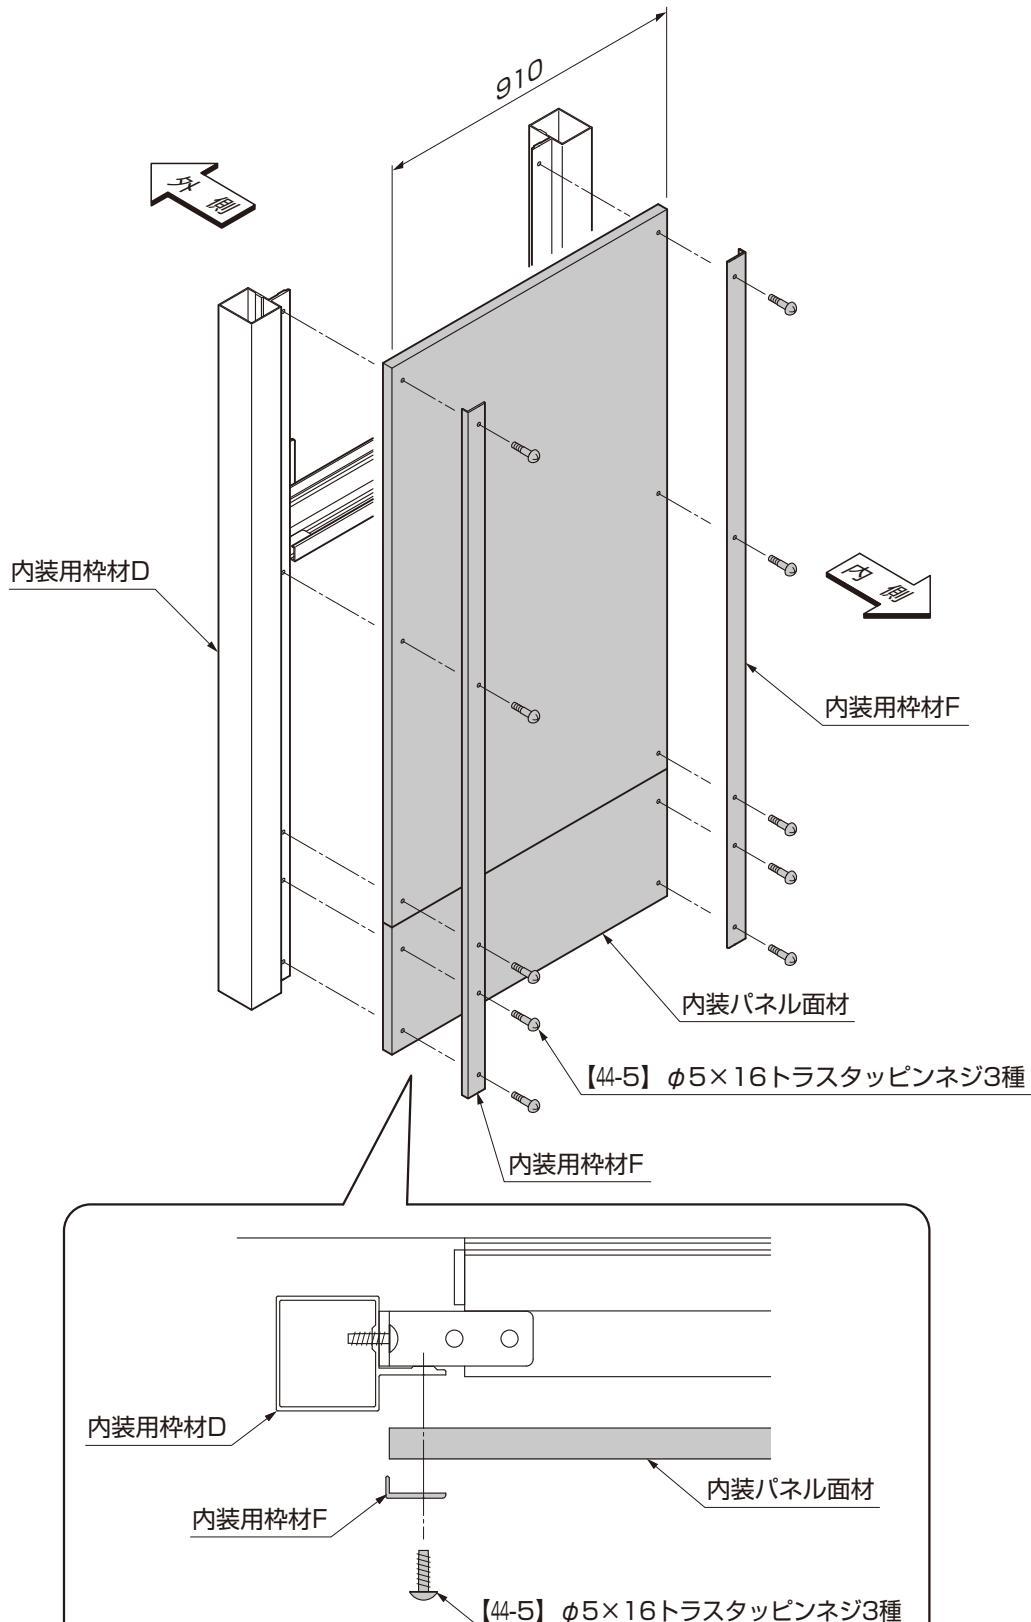

図4-7 内装パネル面材と内装用枠材Fの取付け
④内装用枠材Fと内装パネル面材を【44-5】で内装用枠材Dに取付けてください。(図4-7参照)